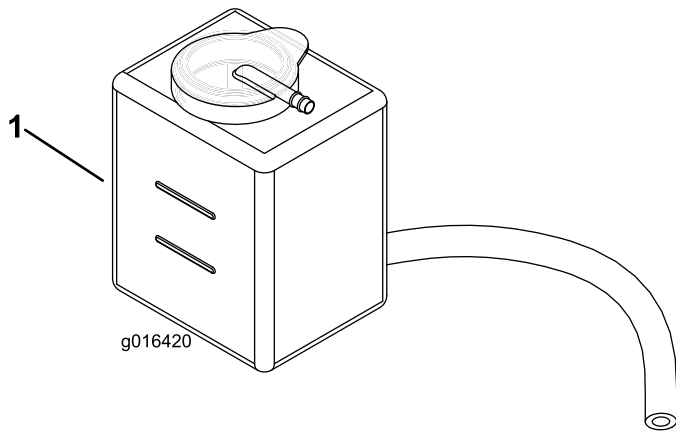

Figure 25
2. Vérifiez le niveau du liquide de refroidissement (Figure 25). Il doit se situer entre les deux traits du vase d'expansion quand le moteur est froid.